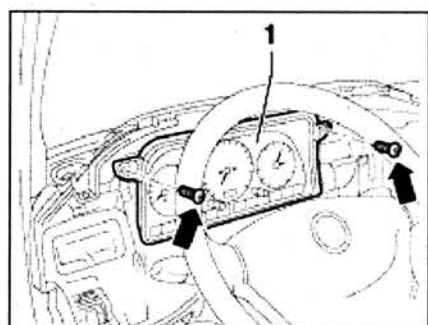

Рис. 8.21. Открутите болты с обеих сторон (стрелки).
10. Открутите болты с обеих сторон (стрелки) (рис. 8.21).